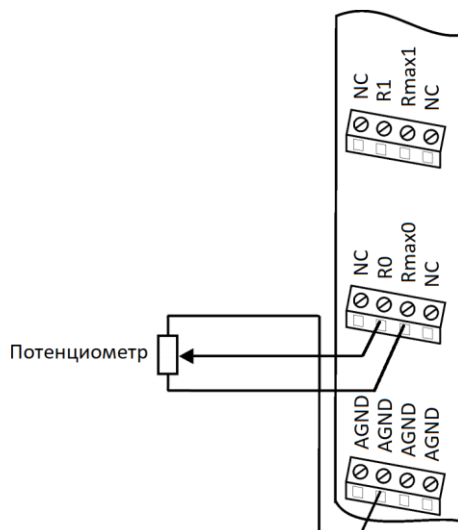

Рис. 4.8. Схема подключения потенциометра к модулю NT-2P-2AO
Схема подключения потенциометра к модулям NT-2P-2AO представлена на рис. 4.8.
- подключить потенциометр к настраиваемому каналу модуля (рис. 4.8);
Схема подключения входного токового сигнала 4...20 мА к модулю NT-1AI-2АО представлена на рис. 4.8.